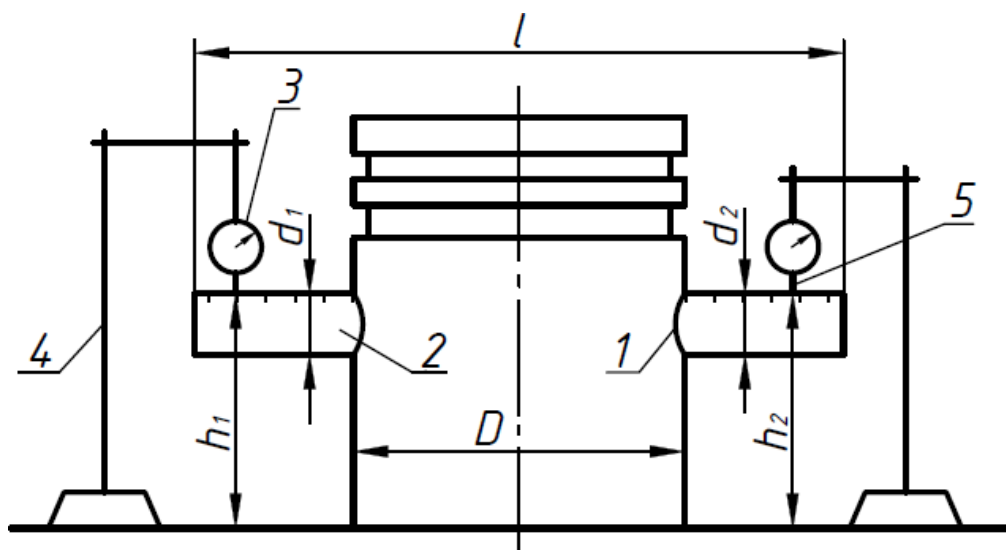

Рисунок 4
2. Установить контрольную оправку 2 (рис. 4) в отверстие поршня 1, а индикатор